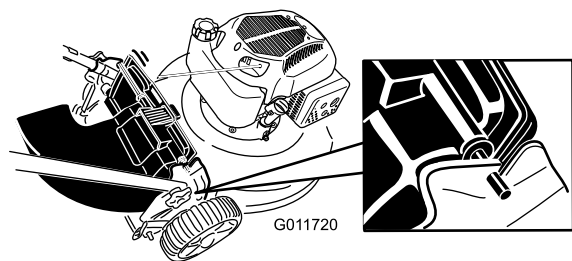

Рисунок 16
4. Вставьте стержень на отражателе выброса в прорези на газонокосилке (Рисунок 16).